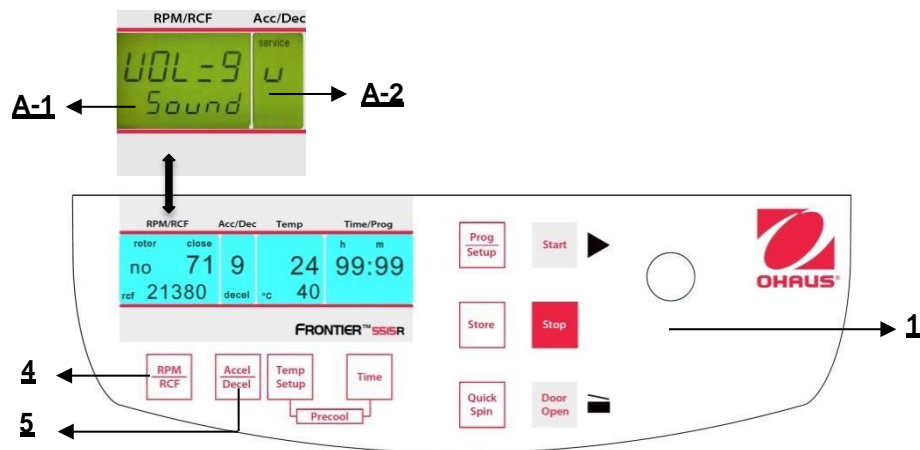

Abbildung. 34
Fahren Sie fort wie unter Punkt 4.1.2 beschrieben, um in den Programmmodus einzutreten und drücken Sie dann die Taste "**Accel/Decel**"\_(5). Auf der Anzeige "**Acc/Dec**" (A-2) blinkt das Wort "**Service**". Wählen Sie nun den Buchstaben "**U**" mit Hilfe des Anpassungsknopfes (1). Als Ergebnis erscheinen auf der Anzeige "**RPM | RCF**" (A-1) die Worte "**Vol=0- 9/Sound**". Nach dem Drücken der Taste "**RPM | RCF**" (4), können Sie die gewünschte Lautstärke zwischen 0 (leise) und 9 (laut) mit dem Anpassungsknopf (1) anpassen (siehe Abbildung 34). Nachdem Sie die Einstellungen gespeichert haben (siehe 4.1.2), können Sie zurückwechseln zum normalen Programmiermodus, indem Sie die Zentrifuge für einen kurzen Zeitraum ausschalten.